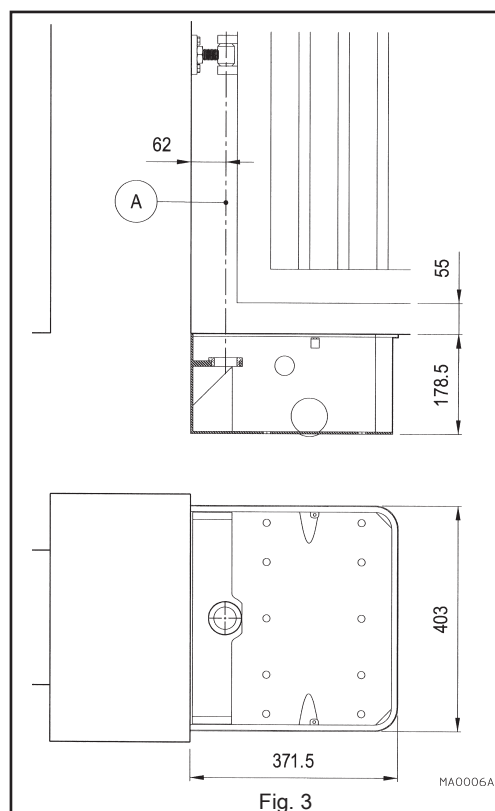
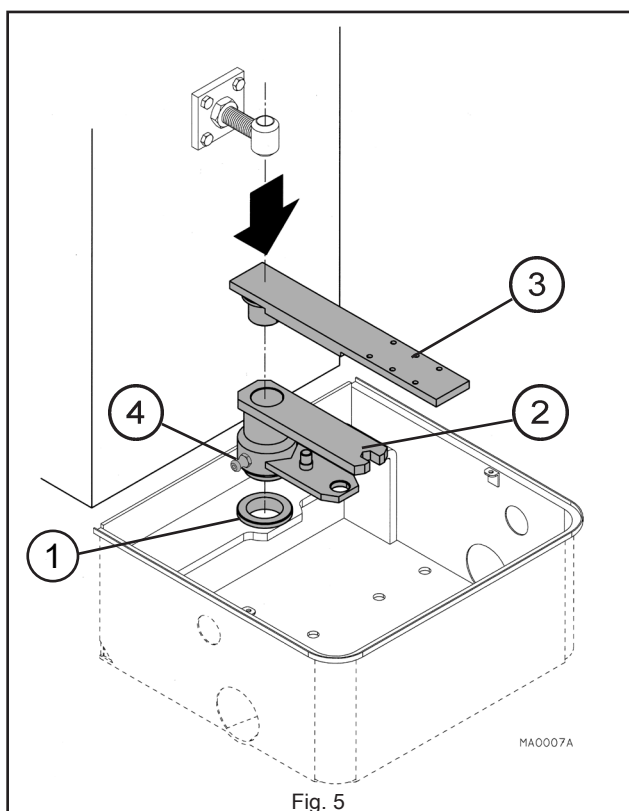
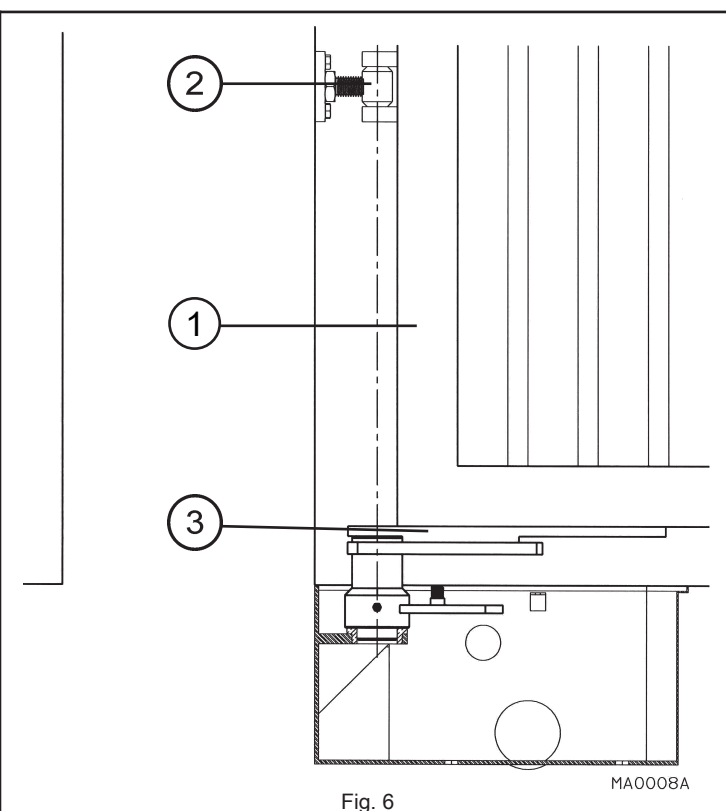

Fig. 3
Fig. 5
Fig. 6
La zona di installazione del motoriduttore deve prevedere lo spazio per la cassa e i suoi accessori nonché quello necessario per effettuare le operazioni di manutenzione e di sblocco manuale. Verificare i limiti di ingombro facendo riferimento alla fig. 3.
- Scegliere, in base al tipo di cancello e alle quote di ingombro (fig. 3), l'esatta posizione di installazione della cassa.
The operator installation area must provide sufficient space for the maintenance and manual release. Check overall dimensions by consulting fig. 3.
- Choose the exact position for foundation box installation in line with the type and weight of the gate (fig. 3).
- В соответствии с типом ворот и их габаритными размерами (рис. 3), выбрать точное расположение для установки контейнера.
- h) Controllare che l'asse A (fig. 3) sia perfettamente verticale.
- l) Inserire nella bronzina della cassa di fondazione (1 fig. 5) il gruppo leve (2 fig. 5) e successivamente la leva supporto sblocco (3 fig. 5); verificare che siano perfettamente in asse col cardine superiore (asse A fig. 3).
- m) Lubrificare gli accoppiamenti mediante l'apposito ingrassatore (4 fig. 5)
- n) Posizionare l'anta (1 fig. 6) tra il cardine superiore (2 fig. 6) e la leva supporto sblocco (3 fig. 6) e controllarne l'allineamento.
- h) Check that axis A (fig. 3) is perfectly vertical.
- l) Introduce into the foundation box bearing (1 fig. 5) in to the lever block (2 fig. 5) followed by the release support lever (3 fig. 6); ensure that they are perfectly in axis with the upper hinge (axis A fig. 3).
- m) Lubricate the couplings using the relevant lubricator (4 fig. 5)
- n) Position the leaf (1 fig. 6) between the upper hinge and the release support lever (2 fig. 6) and ensure that it is properly aligned.
- g) Проверить, что ось А (рис. 3) имеет строго вертикальное расположение.
- k) В бронзовый подшипник контейнера основания вставить (1 рис. 5) группу рычагов (2 рис. 5), а потом рычаг суппорта разблокирования (3 рис. 5); убедиться, что они расположены четко по оси верхней петли (ось А рис. 3).
- l) С помощью специальной масленки смазать разъемные соединения (4 рис. 5).
- m) Расположить створку (1 рис. 6) между верхним вертикальным навесом и рычагом суппортом для разблокирования (2 рис. 6) и проверить их центровку.